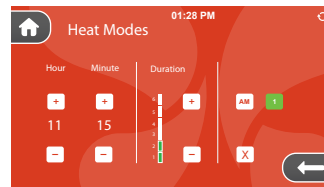

Figura 4
4. Pulse el botón para activar el ajuste 1 y ponga el botón en verde, Figura 4. Puede desactivar el ajuste pulsando el botón .